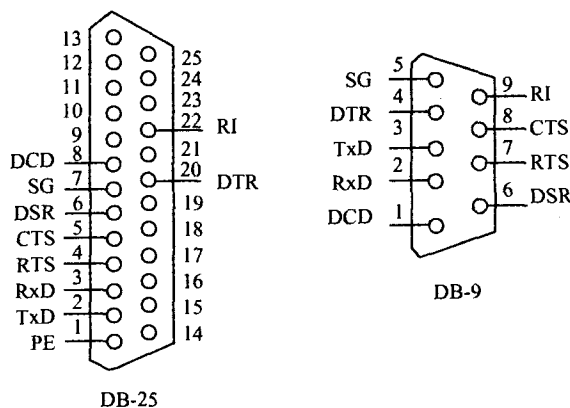

图 1 25 芯(DB-25)和 9 芯(DB-9)RS-232C 接口
-232C 串口(两种串口类型电气特性相同)。由于只有 HP 等少数笔记本电脑配置串口,因此,使用笔记本电脑需要另外配置 USB to COM 转换器(或 USB-RS232 转接电缆)。两种接口如图 1 所示。